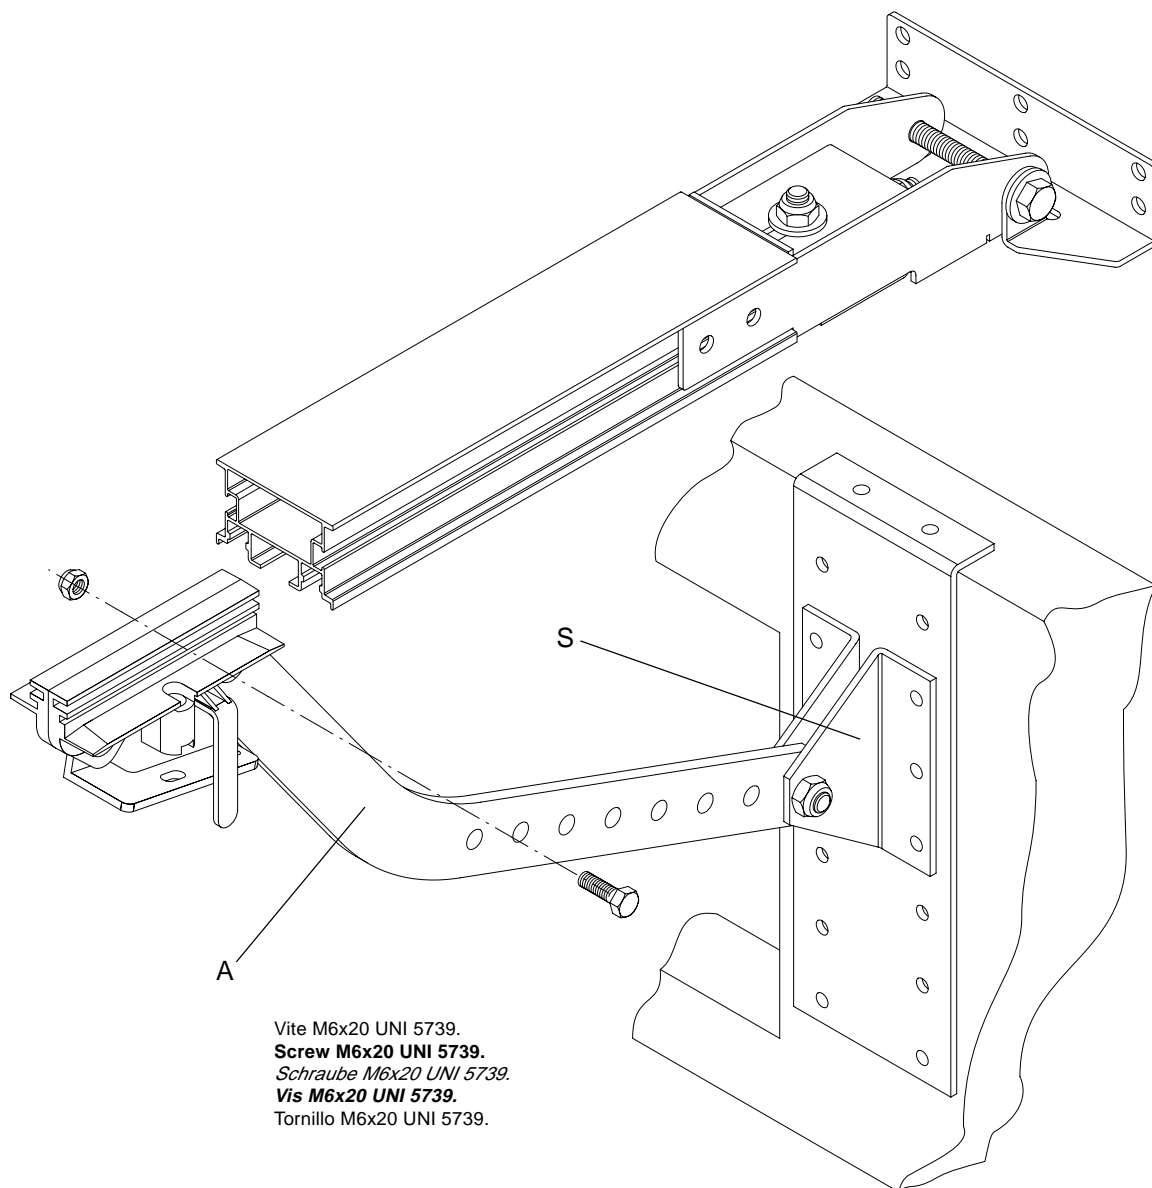

Fig.9
- h) Collegare l'asta di trascinamento A al pattino di trascinamento mediante la vite a testa esagonale M6x20 e dado autobloccante, evitando di bloccare l'asta stessa. Regolare l'altezza della staffa S in modo che, a porta chiusa, l'asta A sia in posizione pressoché verticale (Fig.9).
- h) Connect the dragging rod A to the dragging slide by using the hexagonal head screw M6x20 and self-locking nut. Avoid blocking the rod. Adjust the bracket S height so as to ensure that, when the door is closed, the rod A is almost vertically positioned (Fig.9).**
- h) Die Mitnehmerstange A an den Mitnehmerschuh mit der sechskantigen Schraube M6x20 und der selbstsichernden Mutter verbinden, jedoch vermeiden dass die Stange selbst blockiert wird. Die Höhe des Bügels S so einstellen, dass bei geschlossener Tür die Stange A praktisch vertikal liegt (Abb.9).*
- h) Assembler la tige d'entraînement A au patin d'entraînement au moyen de la vis à tête hexagonale M6x20 et de l'écrou autoserrant, en évitant de bloquer la tige elle-même. Régler la hauteur de la bride S de manière à ce que, la porte étant fermée, la tige A soit en position pratiquement verticale (Fig.9).**
- h) Conectar la barra de arrastre A con el patín de arrastre utilizando el tornillo de cabeza hexagonal M6x20 y la tuerca autoblocante, evitando bloquear la barra. Ajustar la altura del estribo S de manera que, con la puerta cerrada, la barra A esté en posición casi vertical (Fig.9).